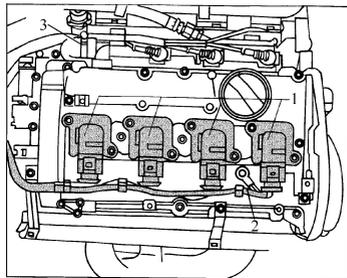

图 2-79 拔下点火线圈的插头
- 4) 拔下如图 2-79 所示点火线圈 1 的插头，并拧下地线螺栓 2。